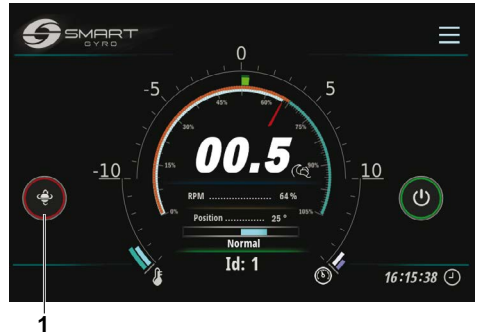

Figura 8
8. Per fermare la precessione, premere l'icona della precessione. Il cerchio attorno all'icona diventa rosso, a indicare che la precessione è bloccata e la sfera non può ruotare (Figura 8, (1)).